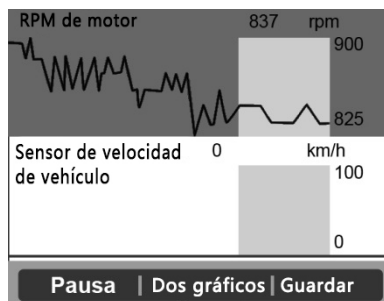

Figura 6.14
- Si se muestra la opción “**Combinar gráficos**” en la parte inferior cuando se selecciona ver un dato PID, existe información disponible en forma de gráficos fusionados. (Figura 6.14)